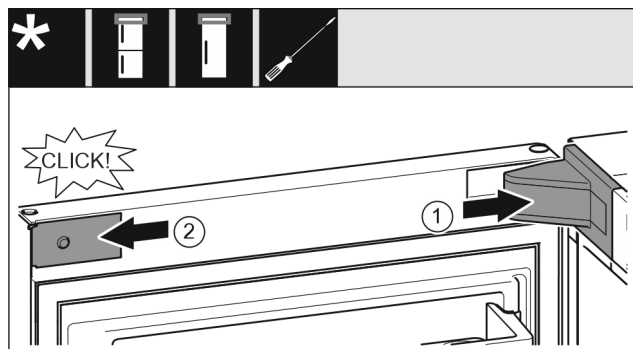

Fig. 20
- ▶ 放上并插入托架盖 Fig. 20 (1)，如有必要小心地按压分开。
- ▶ 将隔板 Fig. 20 (2)放置到侧面并插入。